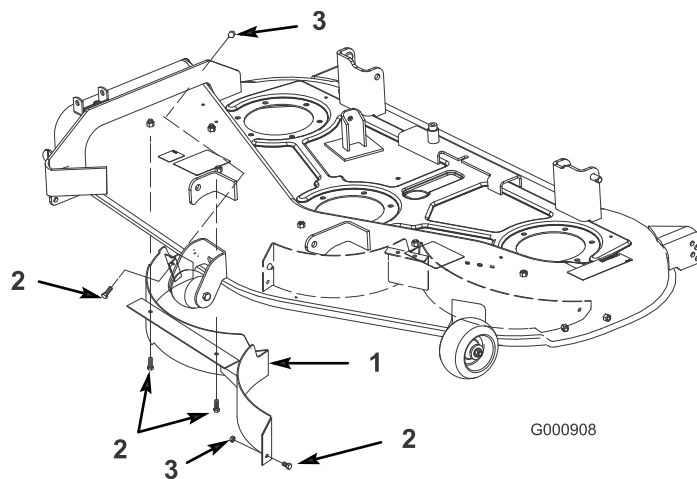

Figura 20
3. Retire las contratuercas de la parte superior y del centro del deflector derecho (Figura 20).
4. Baje el deflector y deslícelo por el hueco de descarga para retirarlo (Figura 20).
5. Para mayor seguridad, instale los pernos (5/16 x 5/8 pulgada) y las contratuercas (5/16 pulgada) retirados en el paso 3 en los taladros que quedan abiertos en el cortacésped (Figura 20).
3. Retire de los taladros de la plataforma los pernos y las tuercas necesarios para fijar el deflector a la plataforma (Figura 20).
4. Instale el deflector deslizándolo en el hueco de descarga (Figura 20).
5. Fije el deflector con los pernos y las tuercas (Figura 20) que retiró en el paso 3.